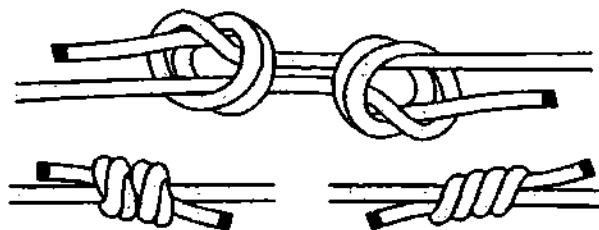

Рис. 785. Двойной рыбацкий узел.
*Двойной рыбацкий узел* является одним из самых крепких, надёжных и безопасных узлов для связывания лесок и верёвок, как из искусственных, так и из натуральных волокон (рис. 785). *Двойной рыбацкий узел* уменьшает прочность верёвки меньше, чем любой другой узел – примерно на 5-10%. Им можно надёжно связывать верёвки одинаковой и разной толщины, верёвки с сердечником и оплёткой. У альпинистов узел используется только для связывания верёвок одинакового диаметра и является у них самым лучшим узлом для связывания двух концов. *Двойной рыбацкий узел* не нуждается в контрольных узлах, так как он сильно затягивается и очень трудно развязывается по-